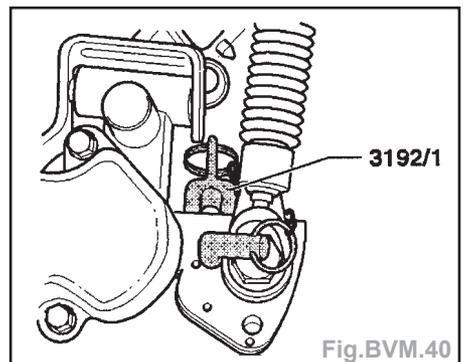

Fig.BVM.40
- Serrer la vis (C).
- Mettre en place la clavette et le pivot (outil 3192/1) (Fig.BVM.40).
- Glisser la clavette sans jeu entre le levier de commande des vitesses et le couvercle de commande des vitesses (Fig.BVM.40).